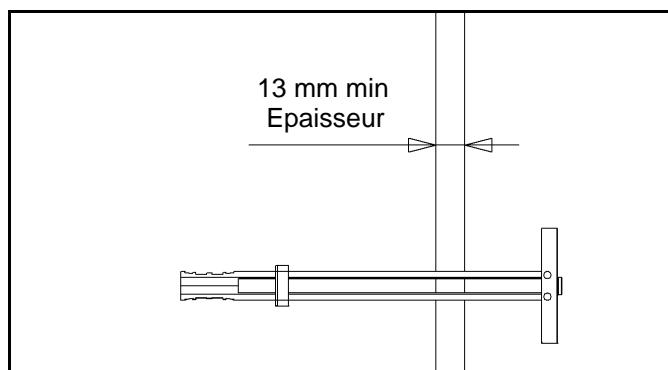

Figure 5.
- A l'aide d'un ancrage plastique (100) dans le trou, faites glisser la prise pour les doigts ensemble pour tourner l'extrémité à l'intérieur du trou perpendiculairement au mur (voir figure 5).